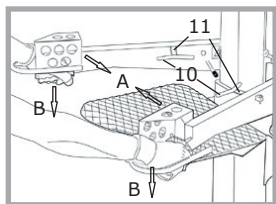

Abb. 8
Um das Holz beim Spaltvorgang festzuhalten, sind an beiden Betätigungsarmen Holzklammungen (10) angebracht (siehe Abb. 8).
Die Holzklammungen passen sich durch die angebrachten Druckfedern (11) stufenlos an jede Größe der Holzstämme an (siehe Abb. 8).
Stellen Sie das zu spaltende Holz auf den Spalttisch und drücken Sie beide Betätigungsarme nach innen (A) (siehe Abb.8). Dadurch wird das Holz fixiert.
Holzstämmen mit einer Länge bis 550 mm können zum Spalten auf den Einhängetisch gestellt werden und in einem Arbeitsgang durchgespalten werden (siehe Abb. 8).